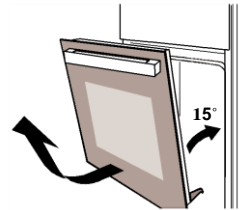

Figura 2
2. Inchideti usa pana la un unghi de 15°. Ridicati si trageți ușor usa. (Figura 2)